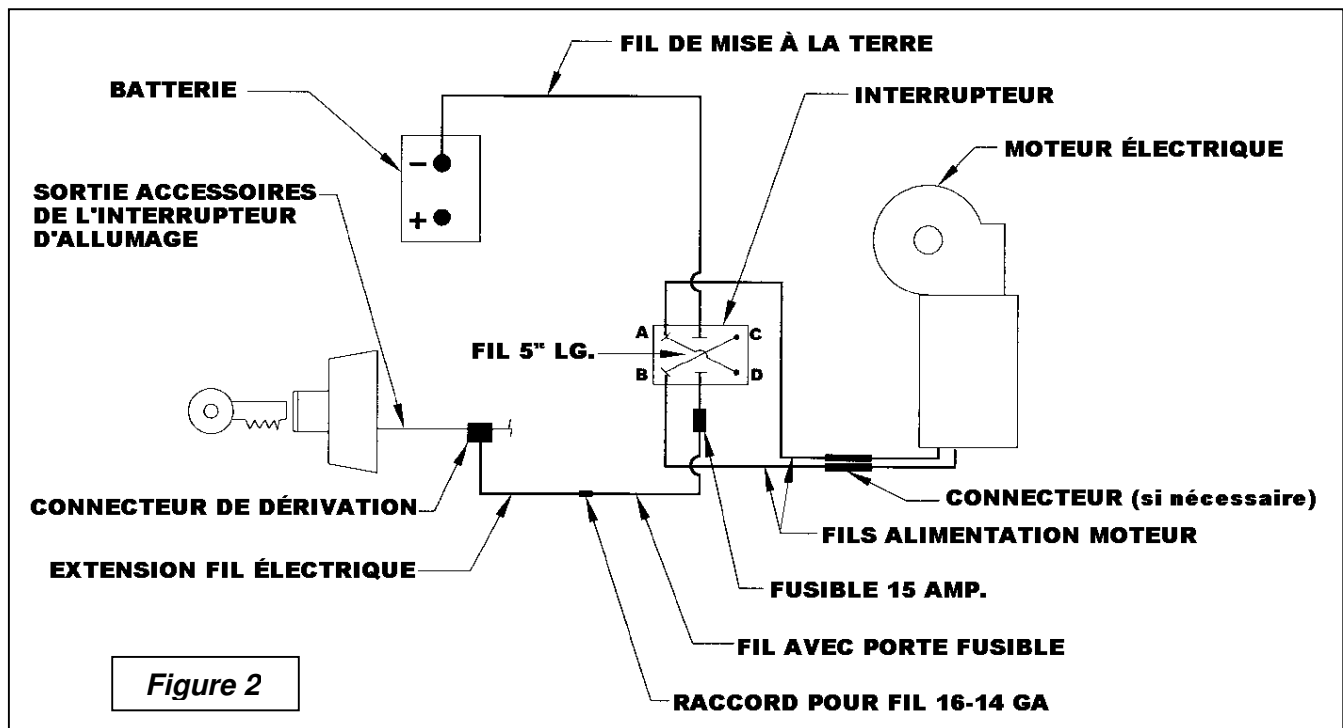

Figure 2
9. **Figure 2:** Connecter un fil 18" au terminal sur le côté du support de fusible et l'autre fil de 18" au terminal en dessous.
11. **Figure 2:** Connecter un fil du support de fusible au terminal du centre de l'interrupteur, l'autre fil de 18" à l'interrupteur d'allumage du tracteur.